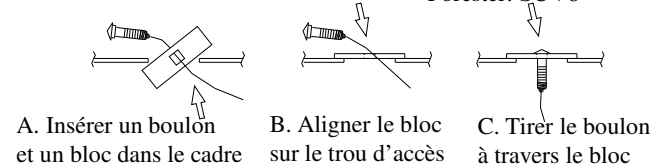

Figure 4
5. À l'aide d'un fil de tirage, acheminer un espaceur et un boulon de carrosserie 7/16 po dans le trou modifié à l'étape 4, puis vers le bas à travers le trou central de chaque longeron (voir la figure 3). Insérer les blocs et les boulons de carrosserie 1/2 po restants dans les orifices d'accès puis vers le bas dans les trous, en s'assurant que les blocs recouvrent les deux côtés du trou (voir la figure 4).